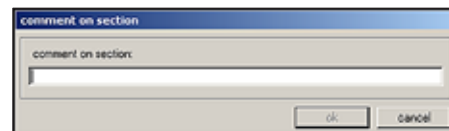

Fig. 41
- 1 New (Nuovo)** Se si fa clic su questo pulsante compare la finestra di dialogo **Comment on section** (Commento su sezione) (→ Fig. 41).